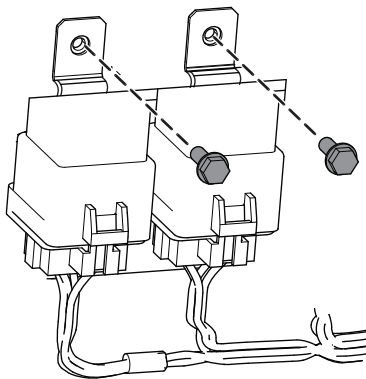

Figura 4
20. Monte el pack de relés en el interior del compartimento del motor usando 4 tornillos de chapa (Figura 4).